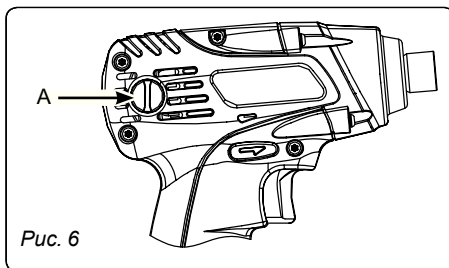

Рис. 6
1. Открутить крышку до конца (Рис. 6, А).